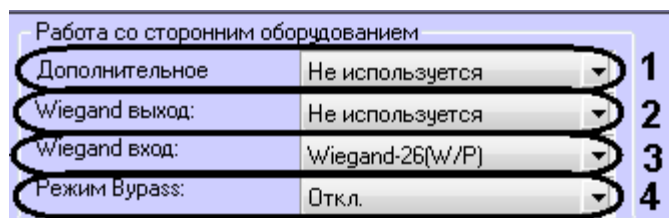

Рис. 3.3—2 Настройка работы контроллера BioSmart 4 со сторонним оборудованием
1. Из списка **Дополнительное** выбрать тип устройства, подключенному к порту связи контроллера №2 (Табл. 3.3—2, Рис. 3.3—2, 1).